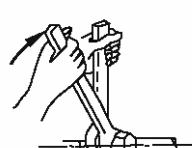

Figura 24
- Coloque la tubería de conexión en la posición adecuada, apriete las tuercas con la mano y despues apriételas con una llave. (Consulte la figura 24)